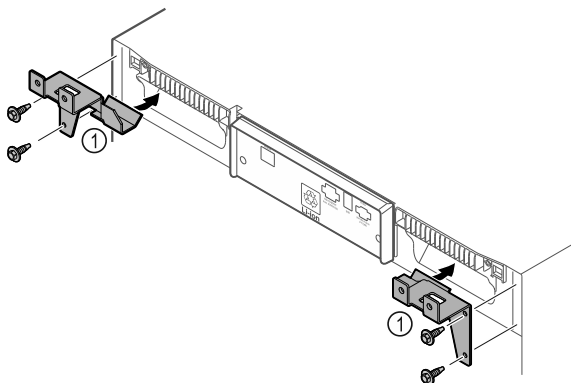

Fig. 10
- Držali Fig. 10 (1) montirajte na napravo s samoreznimi vijaki.